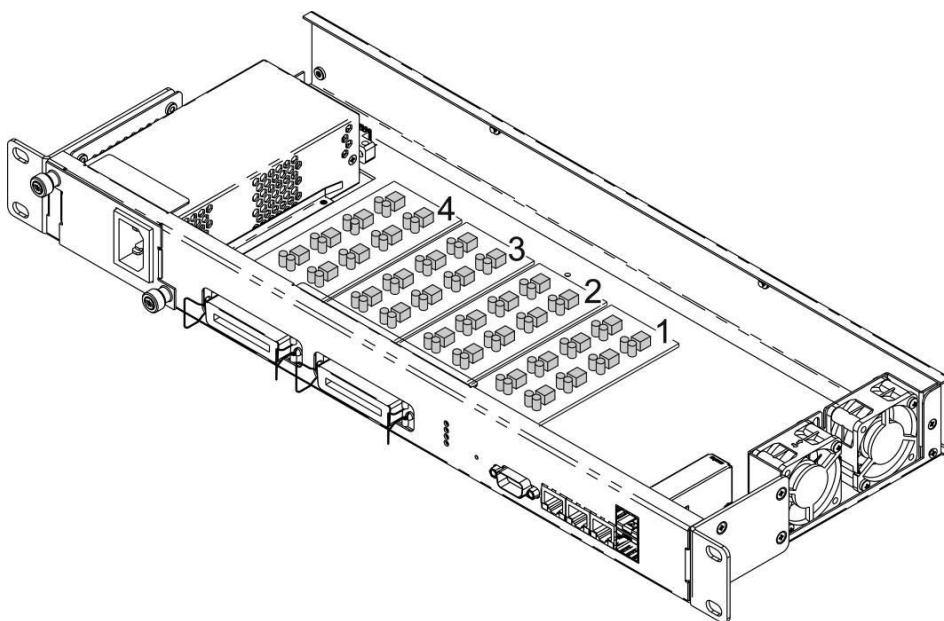

Рисунок 9 – Расположение submodule в TAU-32M.IP
В минимальной конфигурации устройство содержит один submodule, который устанавливается в позицию №1, рисунок 9.
- 3 Установите модуль в свободную позицию 2,3 или 4 (см. рисунок 9).
На боковых панелях устройства расположены вентиляционные решетки, которые служат для отвода тепла. На внутренней стороне правой боковой панели установлены два вентилятора, рисунок 9.